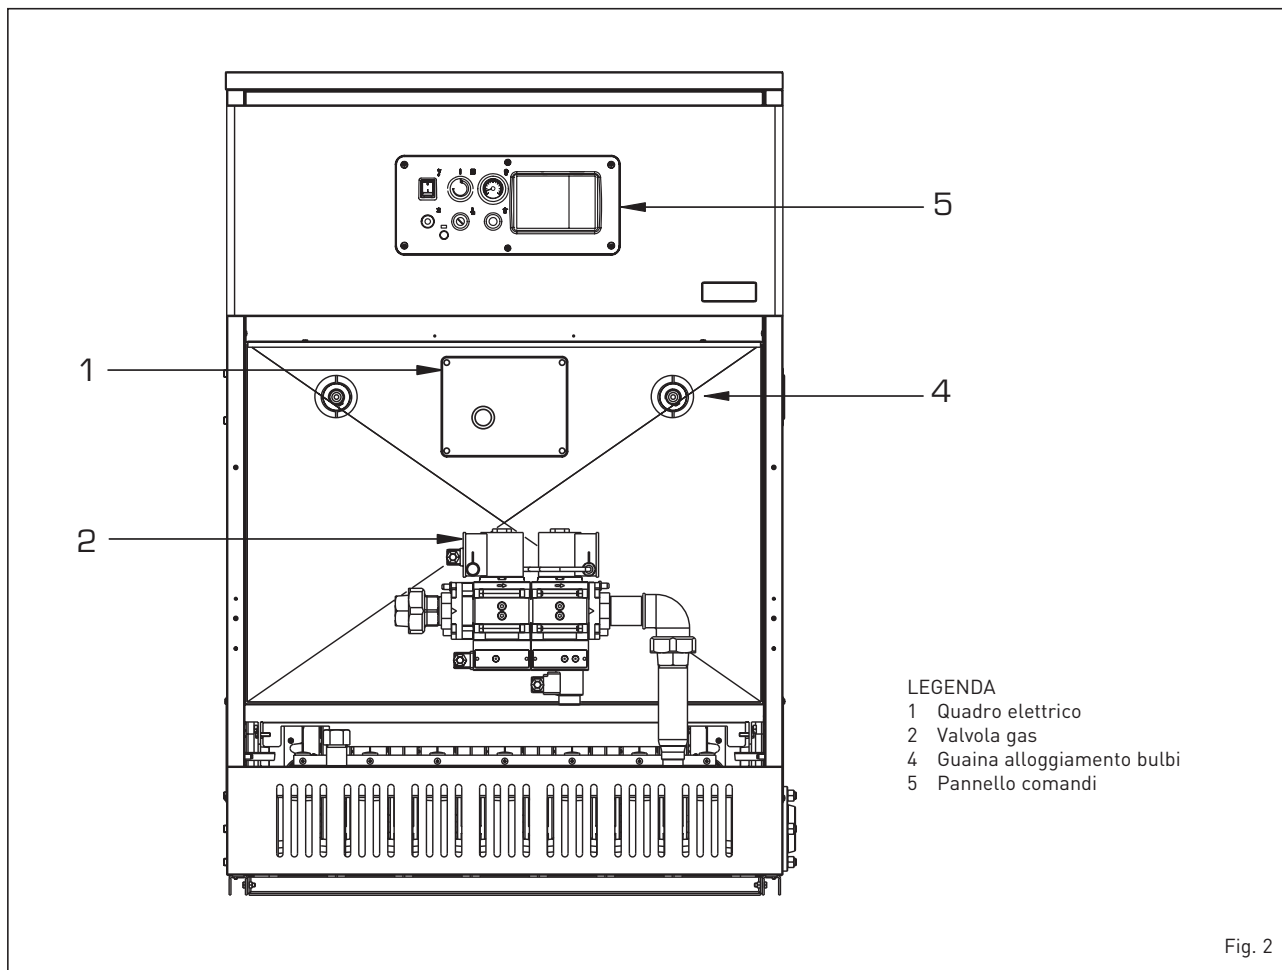

Fig. 2
1.5 VISTA ANTERIORE INTERNA (fig. 2)